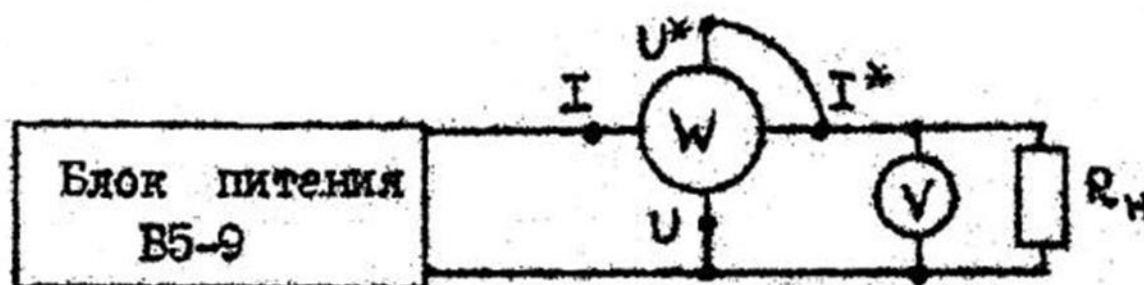

Рис.3.7. Схема измерения мощности постоянного тока с помощью электродинамического ваттметра.
2. Измерение мощности постоянного тока с помощью электродинамического ваттметра типа Д535 выполняют по схеме, изображенной на рис.3.7 . Питание схемы производят от блока питания БП типа Б5-9. Напряжение на нагрузке измеряют вольтметром V типа В7-16А. В качестве нагрузки используют магазин сопротивлений типа МСР.
Для определения поправки - ΔP измеряют мощность, потребляемую обмоткой напряжения ваттметра W. Для этого в схеме, изображенной на рис.3.7. отключают нагрузку и регистрируют показания ваттметра W при отключенной нагрузке.